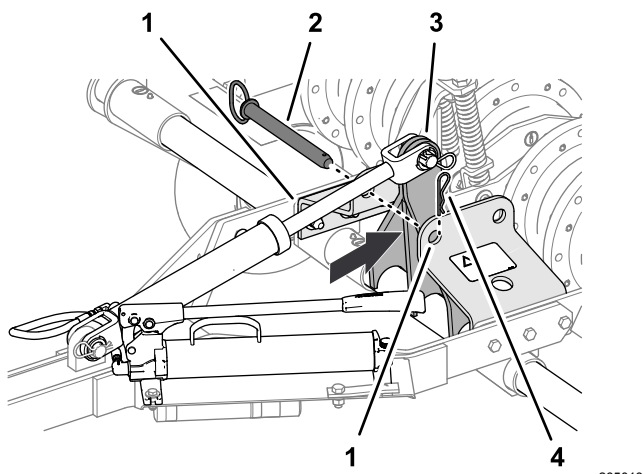

Рисунок 12
5. С помощью ручного гидравлического насоса переместите подъемный рычаг (Рисунок 12) так, чтобы он был расположен непосредственно позади передних отверстий в кронштейне стопорной штанги (положение транспортировки).
- Вставьте штифт стопорной штанги в передние отверстия кронштейна стопорной штанги и закрепите штифт в кронштейне игольчатым шплинтом (Рисунок 12).